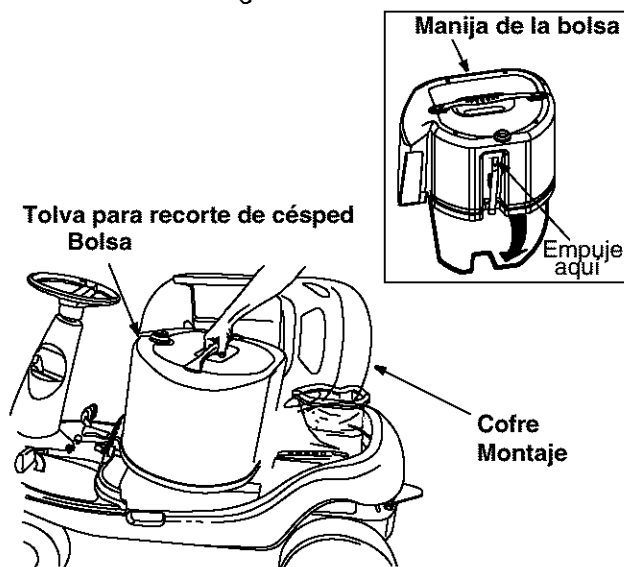

Figura 7
2. Abra el cofre. Jale hacia arriba la bolsa de recorte por la manija y llévela al sitio apropiado para desecho. Vea Figura 7.
3. Sostenga la bolsa alejada de su cuerpo. Empuje la palanca de la bolsa y deje que la sección inferior de la bolsa caiga. Los recortes de césped caerán por el fondo. Vea Figura 7.